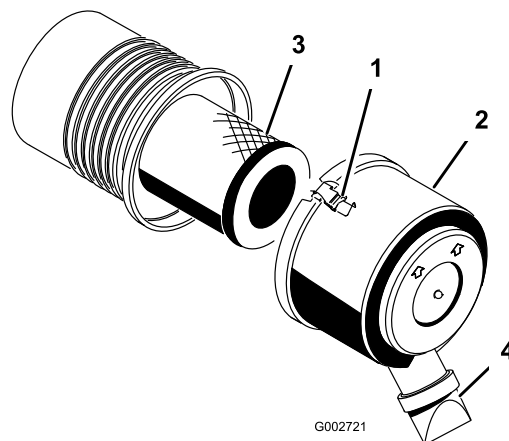

Figura 27
1. Liberte os trincos que fixam a cobertura do filtro de ar ao respetivo corpo (Figura 27).